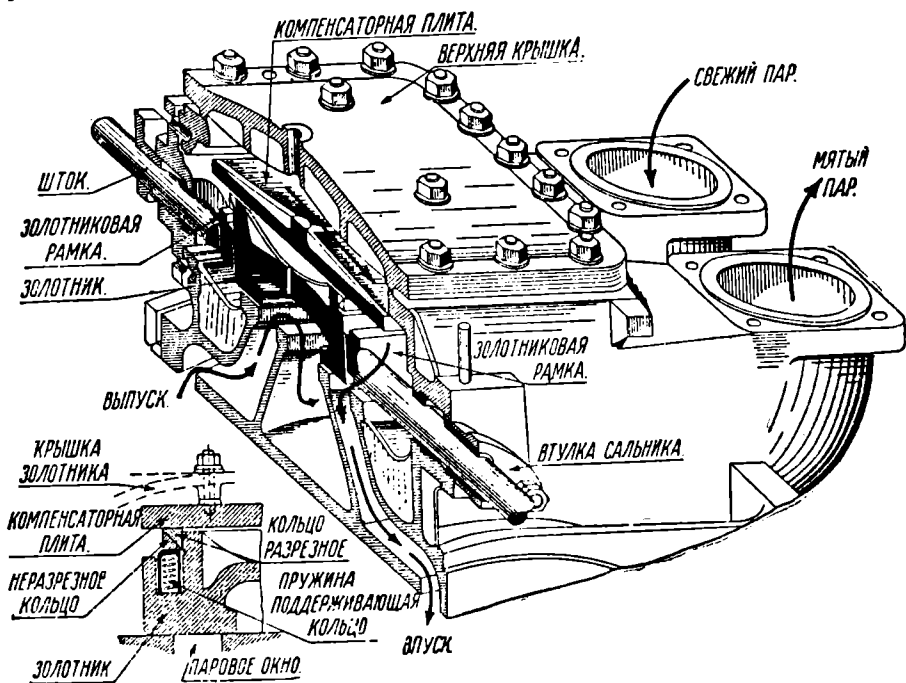
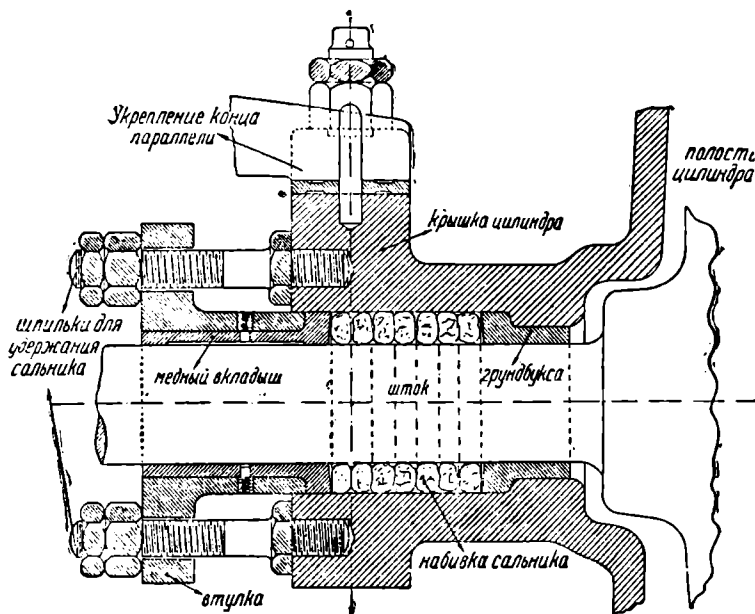
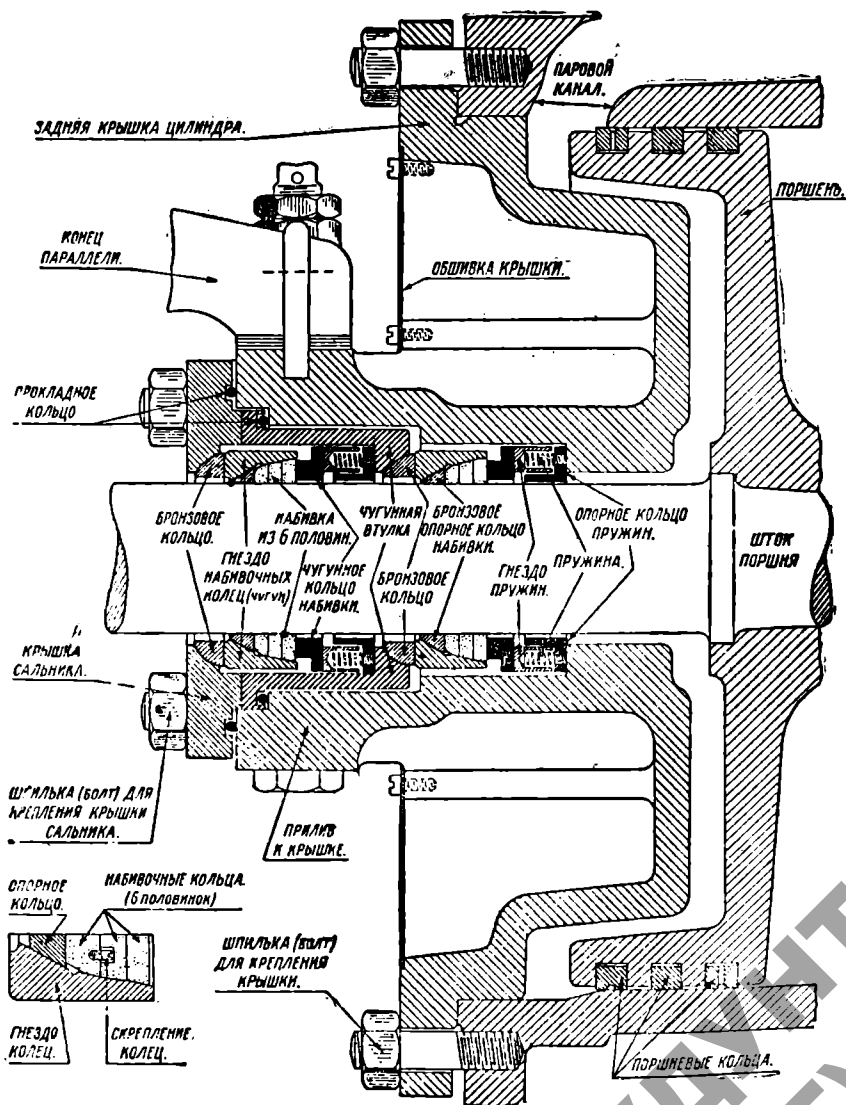

Рис. 72. Плоский золотник с кольцом ф. Борриса.
Рис. 75. Сальник для насыщенного пара.
Рис. 76. Сальник с металлической набивкой и задняя крышка цилиндра паровоза серии С.
Наряду с этими недостатками плоские золотники имеют то положительное качество, что могут приподниматься от лица давлением конденсационной воды, сжимаемой поршнем во вредном пространстве. Постановка плоских золотников на паровозы (рис. 72) сопровождалась стремлением уменьшить прижатие золотника к лицу путем отделения от золотника значительной части, которая подвергалась меньшему давлению пара. Это отделение производится введением так называемых **компенсаторов**.
В СССР и Германии применяются золотники ф. Борриса (рис. 72). Устройство их заключается в следующем: в кованую железную рамку с 2 стержнями, называемыми штоками, вставляется бронзовый золотник. Соединяя шток золотника с концом маятника, получаем возможность двигать золотник по лицу. Золотниковая рамка должна плотно охватывать золотник, но позволять перемещаться ему в вертикальной плоскости, что происходит при постепенном изнашивании золотника. Золотниковая коробка, в которой помещается золотник, закрывается передней и задней золотниковыми крышками. Наружу через крышки выходят концы золотникового штока. Для устранения пропусков пара через неплотности между штоками и отверстиями в крышках, устраиваются приспособления, называемые сальниками (см. описание поршневого сальника и рис. 75). Сверху золотниковая коробка закрывается крышкой. Над золотником, на небольшом расстоянии помещают гладко простроганную компенсаторную плиту, прикрепляемую болтами к верхней крышке. Верхняя часть золотника сделана круглой и обточена с боков по шару. Охватывается она разрезанным в одном месте бронзовым кольцом, сделанным в виде клина. К бронзовому кольцу плотно прилегает наружное целое кольцо, сделанное из железа, которое от нажатия 4 пружин, помещенных в стаканах, прижимает внутреннее кольцо как к компенсаторной плите, так и к золотнику. При движении золотника внутреннее кольцо трется о плиту и, прижимаясь к ней, не позволяет пару пройти на верхнюю поверхность золотника. Боковая поверхность золотника, обточенная по шару, позволяет золотнику свободно изменять свой наклон при непараллельности зеркал и компенсаторной плиты. Недостаток золотника Борриса — это быстрое срабатывание колец, излом их и пружин, а также пропуск пара на верх золотника.
**Сальники** Устройство сальника для насыщенного пара показано на рис. 75. На шток надевается бронзовая разрезная грундбукса, а снаружи имеется втулка, приворачиваемая к крышке болтами. Пространство между
С введением перегретого пара на паровозах описанный сальник (рис. 75) стал непригоден, ибо при достаточно высокой температуре перегретого пара набивка сальника перегорает. Для устранения этого введена металлическая набивка на существующих паровозах, работающих перегретым паром. Конструкция такого сальника представлена на рис. 76. Набивка, состоящая из отдельных колец белого металла (в основном свинца или олова и сурьмы), от действия пружин на нажимное кольцо входит в свое гнездо и плотно облегает шток. Гнездо набивки представляет собою целое чугунное кольцо, расточенное изнутри на конус. Набивка имеет также опорное бронзовое кольцо. По мере изнашивания пружины подвигают набивочные кольца (скрепленные между собою небольшими шурупчиками) в их гнездо, чем не нарушается плотность прилегания к штоку. Приведенный на рис. 76 сальник русской конструкции у нас в СССР наиболее распространен. Кроме него имеются сальники Шмидта, Гуна, Чантрилля и др.